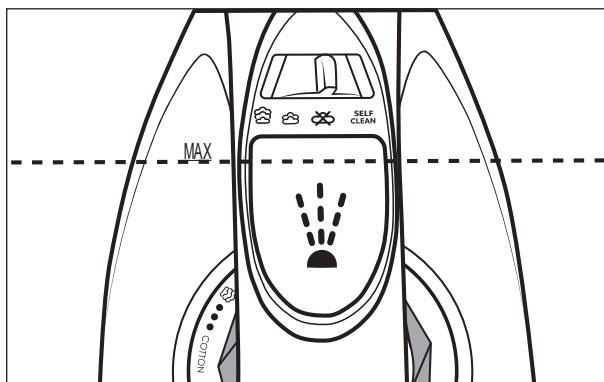

Fig. 1
- 3) Con el vaso medidor **11**, llene el depósito de agua ↙ **2** como máximo hasta la marca **MAX** (consulte la fig. 1).